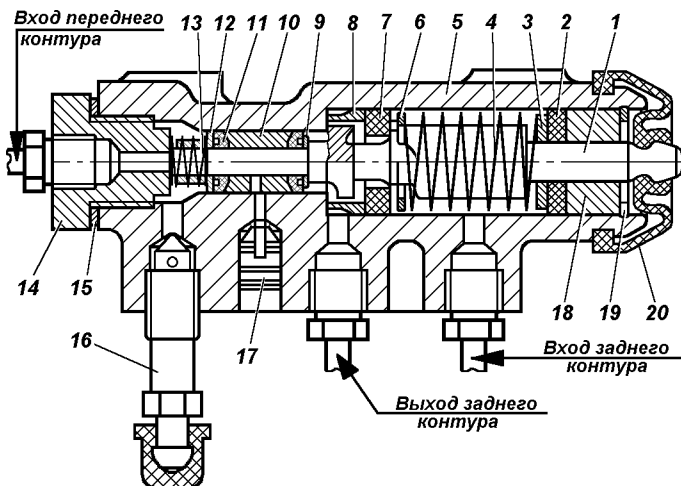

Рис. 9.41. Регулятор давления:
Регулятор давления (рис. 9.41). При обслуживании проверяйте работоспособность регулятора давления. Очищайте регулятор от грязи и проверяйте надежность его крепления. Внешним осмотром убедитесь, что регулятор и детали его привода не имеют повреждений, отсутствуют подтекания тормозной жидкости и люфты в соединении стойки с упругим рычагом и кронштейном на заднем мосту.
Обращайте внимание при осмотрах гидропривода на расположение контрольной заглушки 17 (см. рис. 9.41) и отсутствие подтекания из-под нее тормозной жидкости. В нормальном состоянии заглушка должна быть утоплена в отверстие корпуса регулятора до упора. При выступании заглушки из отверстия и подтекании тормозной жидкости регулятор подлежит ремонту или замене.
3. Завернуть болт 4 до соприкосновения его с хвостовиком поршня 1 (см. рис. 9.41) регулятора, довернуть болт на 2/3 оборота (4 грани головки болта) и затянуть контргайку.